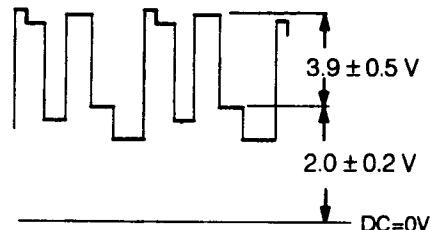

图 1.3.8
- ⑨把示波器接到 TP17 上 (R—输出)。
- ⑩确认图 1.3.8 中的波形调幅： $3.9 \pm 0.5V$ 。
- ⑪按下遥控器上的正常钮，检查一下 CHK 从屏幕上消失。